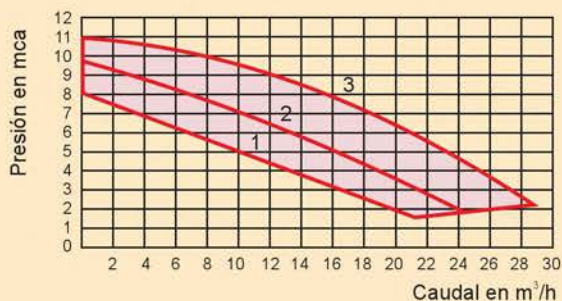

Figura 11.5. Curvas características del circulador
**11.2.** El circulador cuya curva característica aparece en la Figura 11.5. va a colocarse en una instalación que tiene un caudal de 12 m3/h y una presión de 6 mca. Averigua qué posición de velocidad tendremos que seleccionar en el circulador.